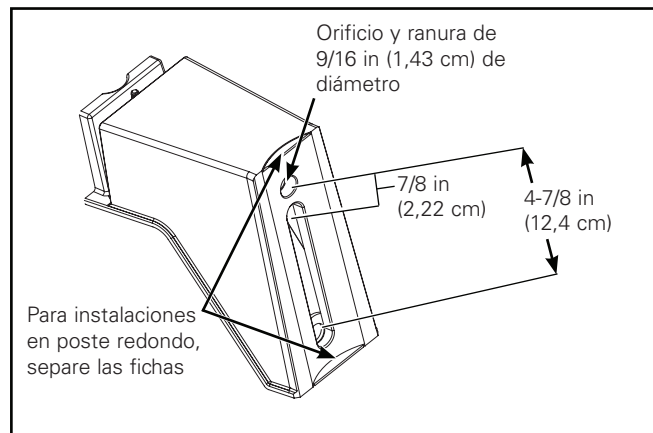
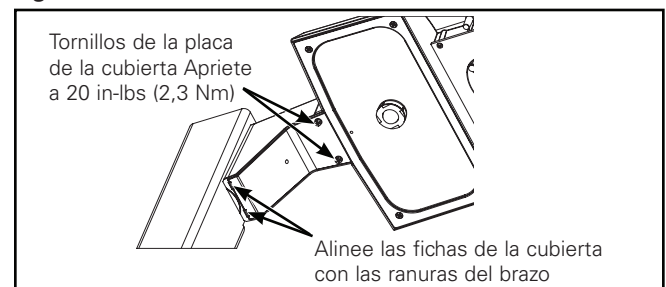

Figura 1
Figura 5
Brazo de montaje en poste (Figura 1 - Figura 5)
1. El brazo de montaje en poste está diseñado para un poste cuadrado o redondo. Para la instalación en un poste redondo será necesario retirar las fichas de separación del brazo de montaje. Sujete la ficha de separación con unos alicates y separe la ficha. (Figura 1)
Note: Asegúrese de que los cables de alimentación de la luminaria no queden prensados entre la cubierta y el brazo de montaje. (Figura 5)